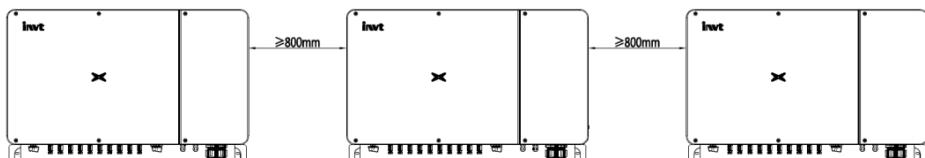

图 4.5 并排安装尺寸要求
(4) 安装表面应垂直于水平线，如图 4.5 所示。请将逆变器竖直或后仰≤15° 安装，以利于机器散热。不可将逆变器前倾、水平、倒置、后仰过大以及侧倾安装。